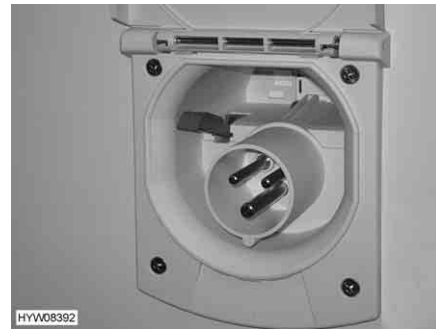

Fig. 125 Collegamento a 230 V sul veicolo
- Aprire la copertura del collegamento a 230 V sul veicolo (Fig. 125) e inserire l'innesto rapido. Verificare che il nasello di innesto del coperchio ribaltabile teso a molla sia innestato.